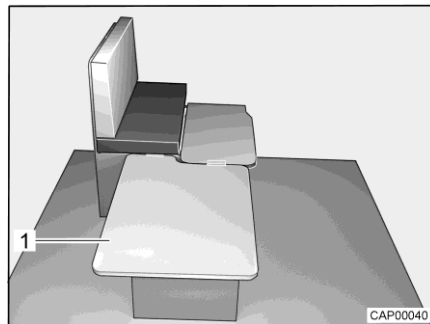

Bild 48 Under ombyggnaden
- Häng på stödplatta (Bild 48,1) sidledes på sittbänken och lägg på bordet.